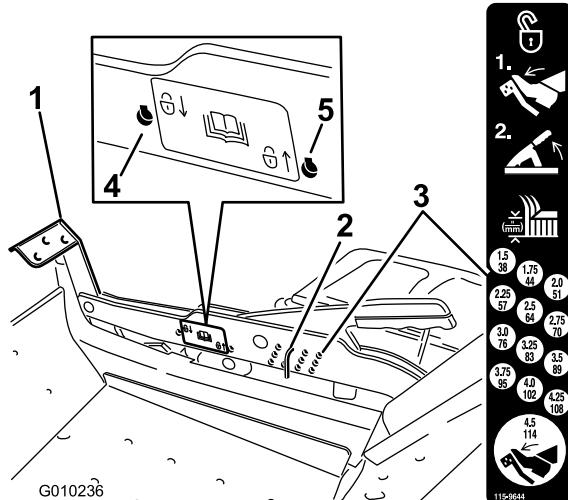

Figure 24
1. Appuyez sur la pédale de relevage du plateau de coupe avec le pied et relevez le plateau en position de transport (qui est aussi la position de hauteur de coupe de 114 mm) (Figure 24).
2. Pour changer de hauteur de coupe, retirez l'axe du support de hauteur de coupe (Figure 24).
3. Placez l'axe dans le trou du système de hauteur de coupe correspondant à la hauteur de coupe voulue (Figure 24).
2. Retirez l'axe du support de hauteur de coupe (Figure 24).
3. Sélectionnez un trou sur l'autocollant de verrouillage et insérez l'axe (Figure 24).